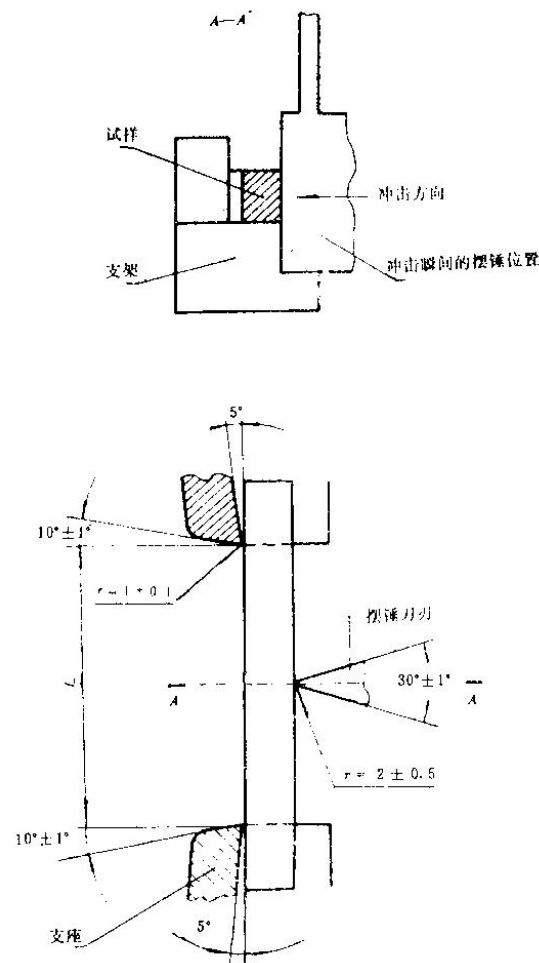

图 5 摆锤、试样、支座三者的尺寸及相互关系
2、将试样按图 5 所示的方法放置在试验机的支座上，使缺口背面受冲击负荷。要将冲击刀刃打在试样整个宽度线上，并对准试样中心线。